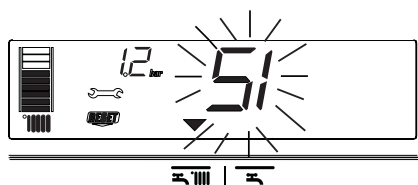

Fig. 39
3) Visning af både (RESET) og (🔧) symbols (fig. 39)